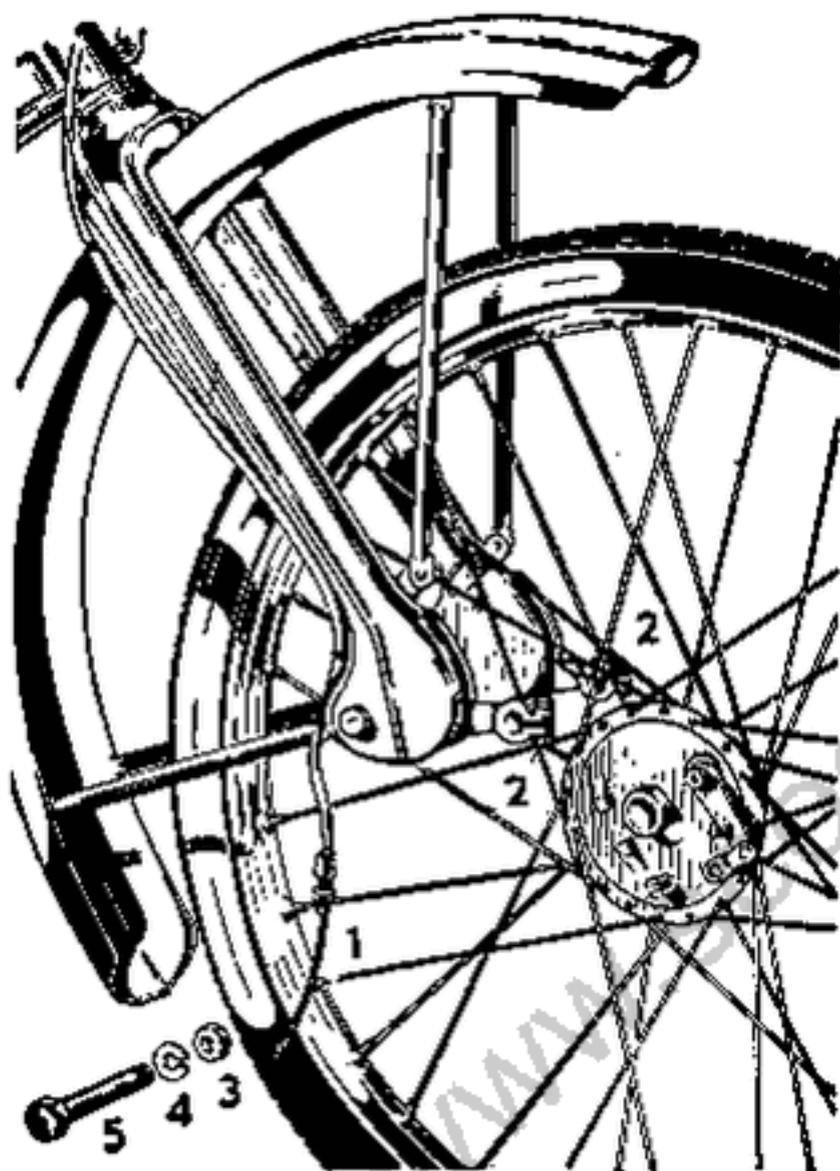

Fig. 7 - Smontaggio ruota anteriore
Ruota anteriore (v. fig. 7): dapprima sganciare dalla propria levetta il cavo comando freno (1) ed allentare le viti sui morsetti di estremità delle due bielle porta ruota (2); indi svitare il dado bloccaggio perno (3) e toglierlo assieme alla sottostante rondella elastica (4). Il perno ruota (5) così libero sarà, con leggera pressione sull'estremità filettata,